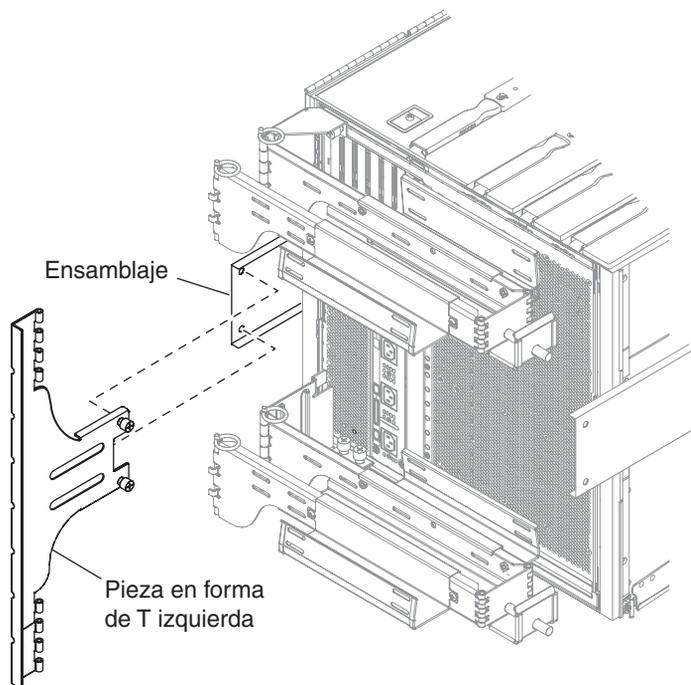

FIGURA 1-23 Montaje de la pieza en forma de T izquierda
6. Fije la pieza en forma de T de la izquierda en el riel izquierdo utilizando los dos tornillos cautivos, FIGURA 1-23.